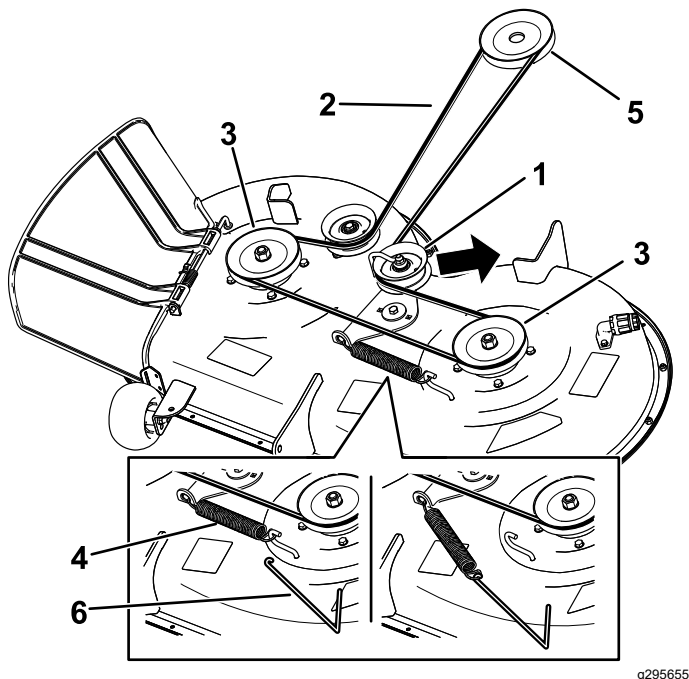

Bild 59
7. Entfernen Sie die Spannscheibenfeder mit einem Werkzeug zur Federentfernung (Toro Bestellnummer 92-5771) vom Mähwerkhaken, um die Spannung von der Spannscheibe zu nehmen, und rollen Sie den Riemen von den Spannscheiben (Bild 59).
- Verlegen Sie den neuen Riemen um die Motor- und Mähwerkriemenscheiben (Bild 59).
- Setzen Sie die Spannscheibenfeder mit einem Werkzeug zur Federentfernung (Toro Bestellnummer 92-5771) auf den Mähwerkhaken, um die Spannscheibe und den Mähwerkriemen zu spannen (Bild 59).